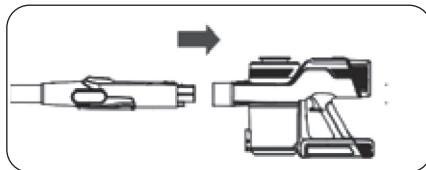

Figura 2
- Para extraer el tubo de aluminio, sujetelo el cuerpo principal con una mano y tire de él con la otra presionando el botón. (figura 2)